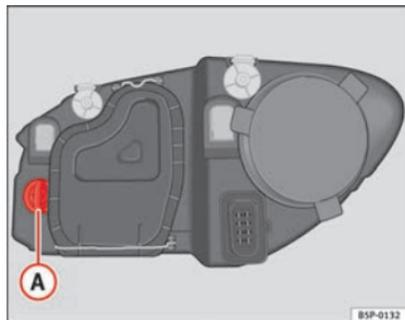

Fig. 183 Lâmpada das luzes indicadoras de mudança de direção
- Rode o porta-lâmpadas ⇒ Fig. 183 **A** para a esquerda e puxe.